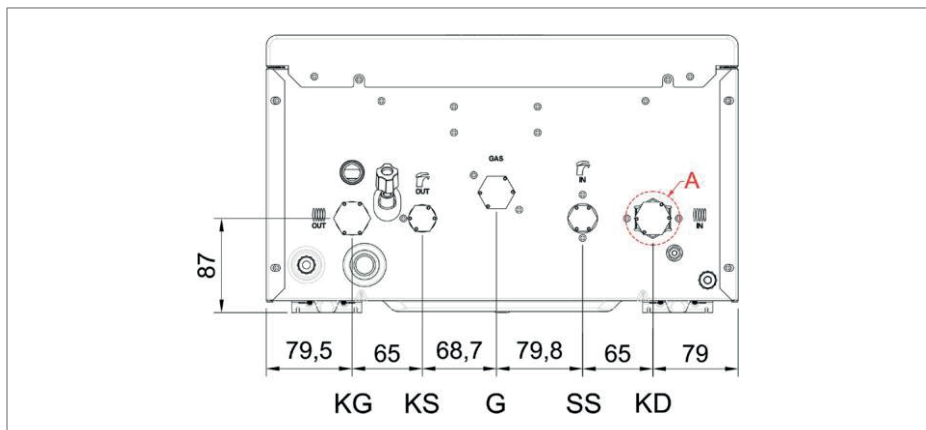

Figura 16. Conexiuni de apă
- ⚠ Presetupa de sub pompă (presetupa în detaliu Figura 16-A) trebuie strânsă cu un cuplu maxim de 18 Nm la utilizarea garniturilor de cauciuc și cu un cuplu maxim de 30 Nm la utilizarea garniturilor de klingerit.